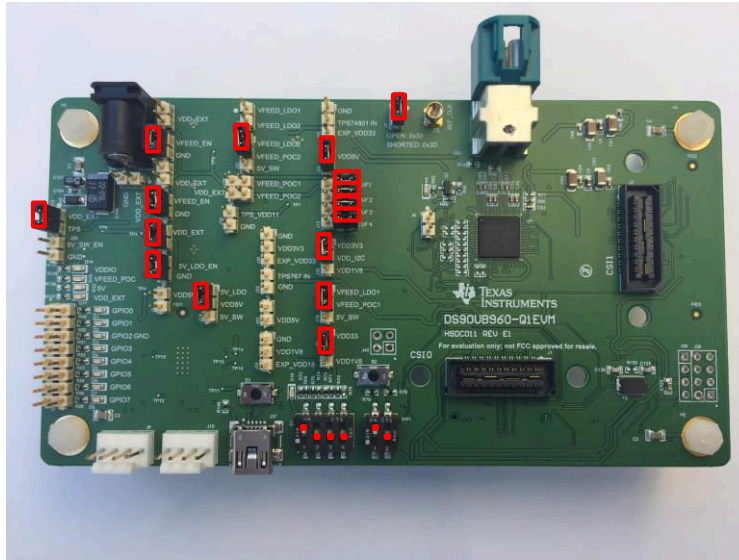

图 5-1. DS90UB960-Q1EVM 跳线和开关配置
1. 确保所有跳线和开关均已安装到位并配置，如图 5-1 所示。